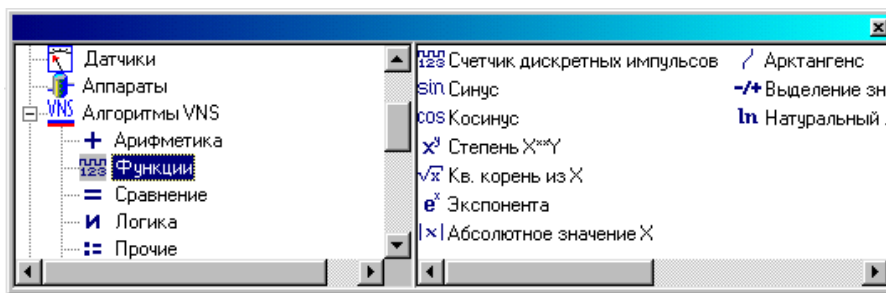

Рис. 7. Палитра элементов
4. **Палитра элементов** состоит из 2-х основных частей (рис. 7). Слева находится дерево категорий элементов палитры, справа – собственно элементы, которые используются при создании проекта.